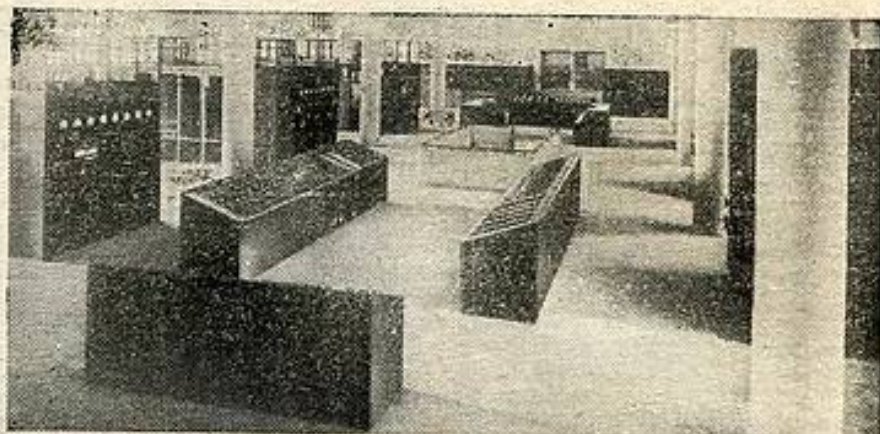

Fig. 5. — Salle d'émission d'Allouis O.C. II
c) Le matériel radioélectrique, installé au premier étage, comprend deux ensembles de (fig. 5) :
dances plus faibles, de l'ordre de $10\ \Omega$ sont choisies en pratique. Dans ce cas on utilise un transformateur suivant le schéma bien connu de la figure 5. L'adaptation est correcte si le carré du rapport n_1/n_2 est égal au rapport Z_1/Z_2 .